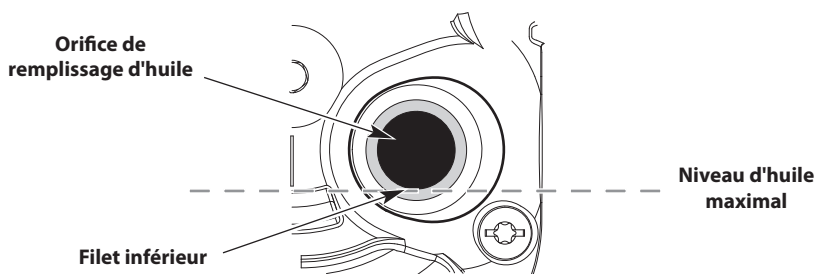

Fig. 24
5. Regardez dans l'orifice de remplissage d'huile, utilisez une lampe de poche si nécessaire. **Le niveau d'huile doit à peine toucher le filet inférieur de l'orifice de remplissage d'huile** (Fig. 24).